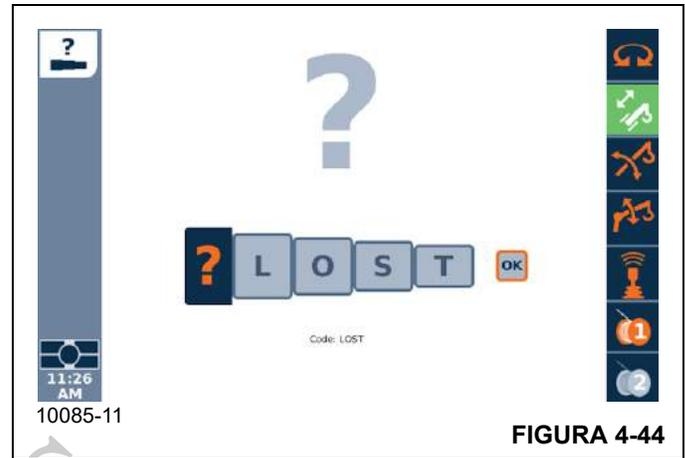
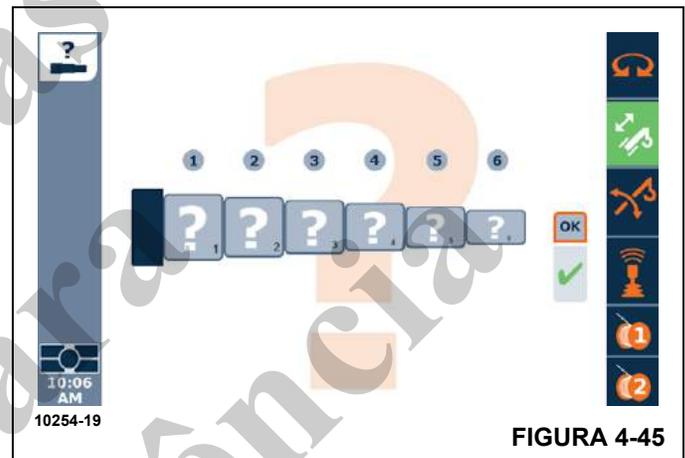

FIGURA 4-44
FIGURA 4-45
A tela de solicitação de redefinição da função telescópica aparece como mostrado na Figura 4-44. Essa tela é para inserir um código de confirmação. O código de confirmação é L-O-S-T. Quando essas letras são inseridas na tela, então um botão Enter poderá ser usado na opção OK mostrada na tela. Se esse for o código correto, então a tela de redefinição da função telescópica aparecerá como mostrado na Figura 4-45.
- Na tela de redefinição da função telescópica, como mostrado na Figura 4-45, o operador poderá indicar a configuração da lança atual (“imagem do telescópio real”). É possível ver que há 6 caixas disponíveis (para as 6 seções da lança telescópica). Cada uma destas caixas giratórias pode ser usada para mudar para uma das seguintes opções:
- Quando cada uma das caixas giratórias estiver definida para o valor ou indicação correta, então um botão Enter poderá ser usado na opção OK na tela. Se o sistema de controle confirmar essa configuração de lança, então uma marca de verificação aparecerá abaixo de OK. Caso contrário, o ponto de interrogação mostrado sob OK (como na Figura 4-45) permanecerá; nesse caso, o operador deverá sair da tela e repetir uma tentativa de inserir a configuração real da lança.